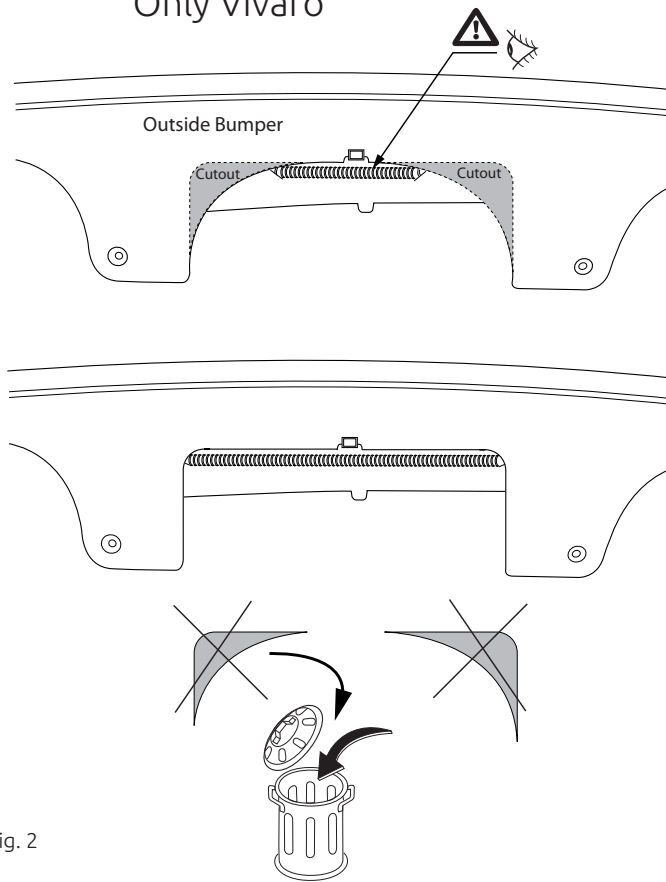

Fig. 2
7. **Осторожно!** При пилении позаботьтесь о том, чтобы не касаться проводки. См. рисунок 2.